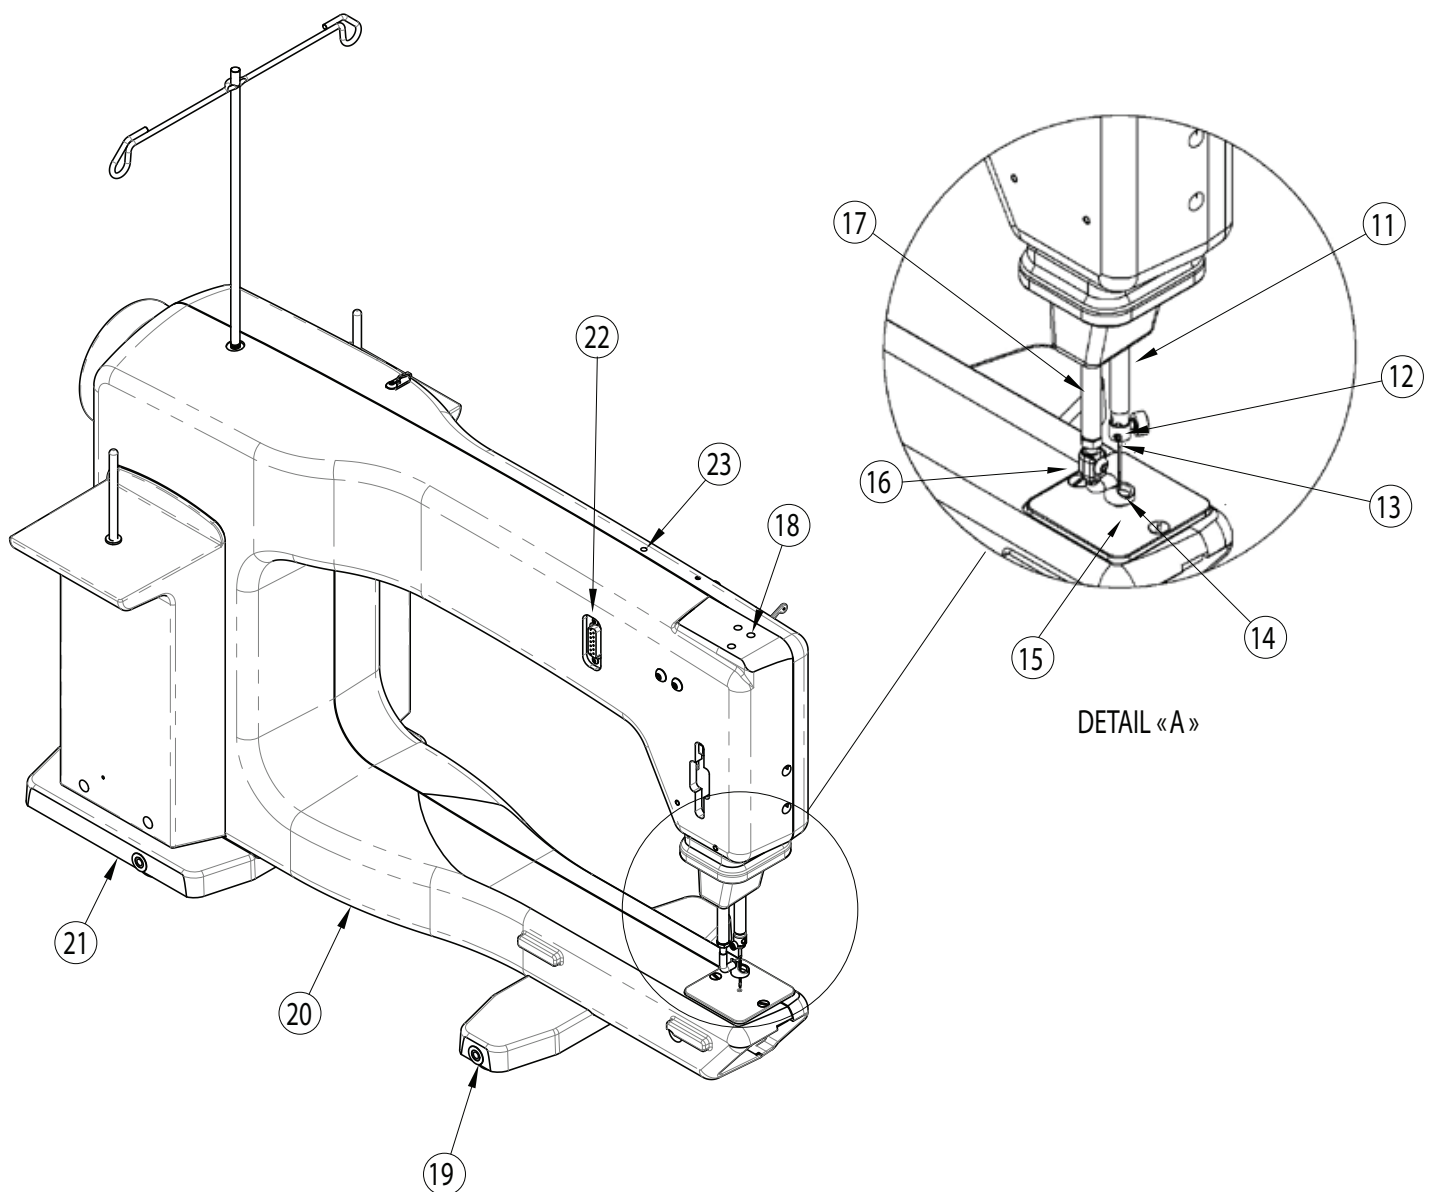

Figure 2
2. Il y a trois trous sur le dessus de la tête de la machine (voir **page 6, figure 2, n° 18**). Seuls les deux trous alignés sont utilisés. Ignorez le troisième trou situé sur le côté de ces deux trous.
5. Branchez l'autre extrémité du câble à la prise de l'écran située sur le côté de la machine (**page 6, figure 2, n° 22**).